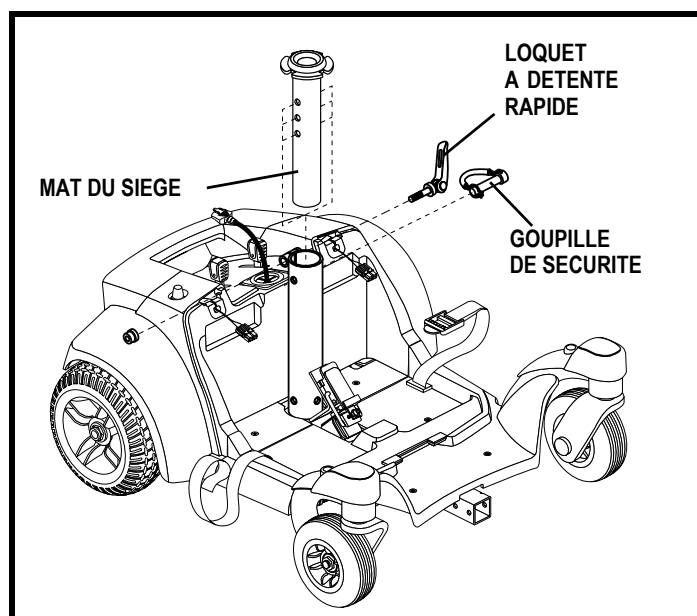
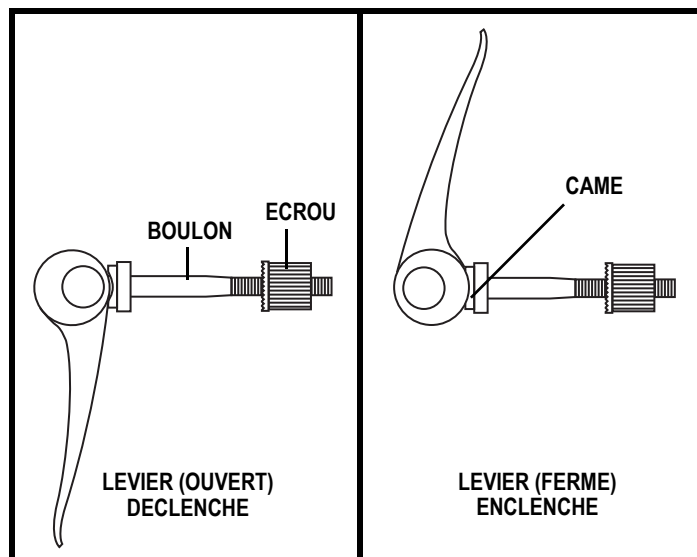

Figure 10. Hauteur du siège
Figure 11. Fonctionnement du loquet à détente rapide
4. Détachez le loquet à détente rapide. **Voir la figure 10.**
8. Enclenchez le loquet. **Voir la figure 11.**
Le loquet à détente rapide sert à supprimer le jeu excédentaire sur le mât du siège. **Voir la figure 10.** Le loquet à détente rapide est composé d'un boulon, d'un levier à came et d'un écrou. **Voir la figure 11.** Le levier possède une came sur une extrémité pour l'enclencher. Le loquet présente deux positions: enclenchée ou déclenchée. Lorsque le levier est ouvert, le loquet est déclenché. Lorsque le levier est fermé, le loquet est enclenché.